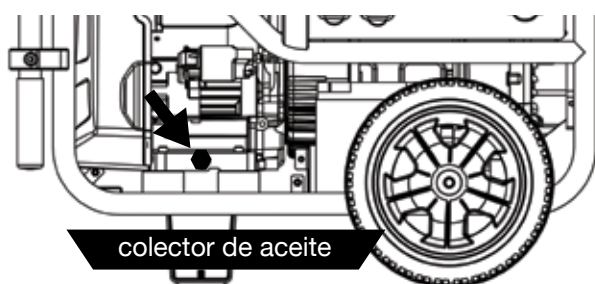

Figura 18 - Tapón de drenaje de aceite
3. Coloque la bandeja de aceite (o el recipiente adecuado) debajo del tapón de drenaje de aceite (consulte la Figura 18).
5. Retire el tapón de drenaje de aceite (consulte la Figura 18). Una vez extraído, coloque el tapón de drenaje de aceite sobre una superficie limpia..